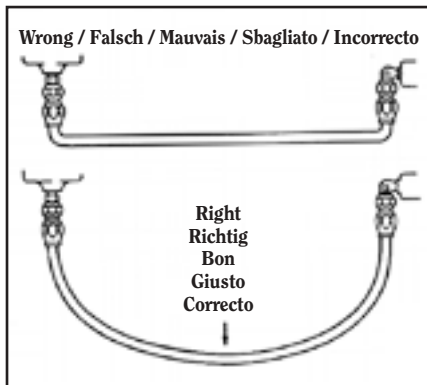

Fig. 1 / Abb. 1
- Do not exceed minimum bend radius during handling, storage or installation (see minimum bend radius charts). If the bend radius is exceeded, the hose will tend to flatten and kink. If the hose is kinked, it should be discarded. An adequate bend radius will help prevent the hose line from collapsing or restricting flow. (See Figure 1.)
- Den Mindestbiegeradius während der Handhabung, Lagerung oder Installation nicht überschreiten (siehe Mindestbiegeradius-Tabellen). Wird der Biegeradius überschritten, wird der Schlauch sich abflachen und abknicken. Wenn der Schlauch geknickt ist, sollte er entsorgt werden. Durch einen ausreichenden Biegeradius kann vermieden werden, dass sich die Schlauchleitung knickt oder der Durchfluss eingeschränkt wird (siehe Abbildung 1).
- a. Ne pas dépasser le rayon de courbure minimal pendant l'opération, le stockage ou l'installation (consulter les diagrammes de rayon minimal de courbure). Si le rayon minimal de courbure est dépassé, le tuyau aura tendance à s'aplatir et à se déformer. Si le tuyau est déformé, il ne doit plus être utilisé. Un rayon de courbure convenable empêche un affaissement de l'assemblage du tuyau ou un débit faible (Voir figure 1)